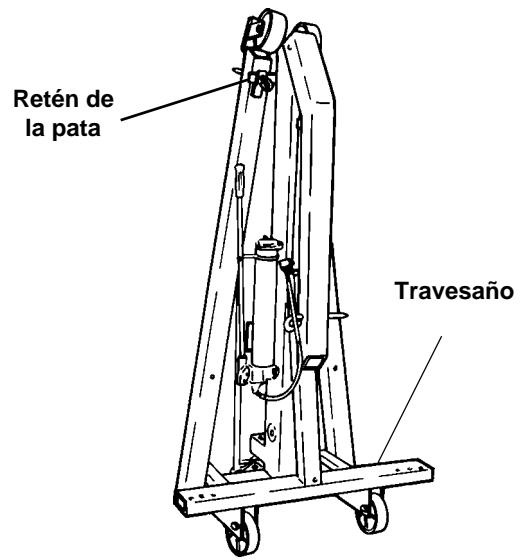

Figura 1
- a. Sujete una de las patas y quite el retén de la pata que la sujeta en posición vertical contra el mástil de la grúa. Vea la Figura 1.